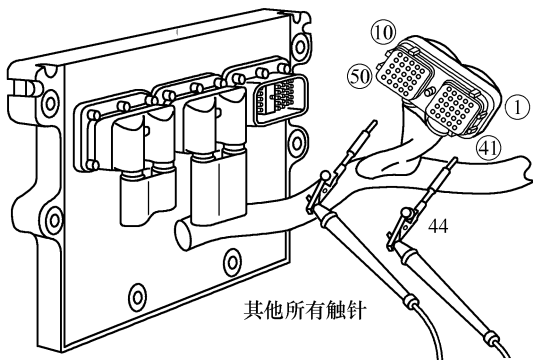
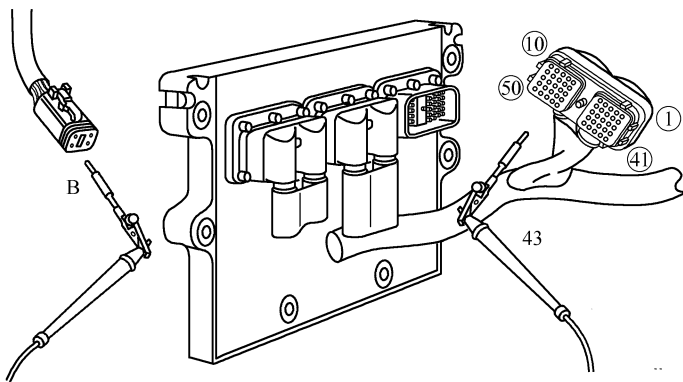

图 3-33 测量触针 44 与插头中所有其他触针之间的电阻
图 3-34 测量触针 43 与触针 B(或 2)之间的电阻
① 断开钥匙开关, 从 ECM 上断开传感器线束插头。
② 测量传感器线束插头触针 44 与插头中所有其他触针之间的电阻(图 3-33), 应大于 $100\text{k}\Omega$ 。若不合格, 维修或更换发动机线束。
① 断开钥匙开关, 从 ECM 上断开传感器线束插头, 从机油压力/温度传感器上拆下发动机线束。
② 测量传感器线束插头触针 43 与触针 B(或 2)之间的电阻(图 3-34), 应小于 10Ω 。若不合格, 维修或更换发动机线束。
① 从 ECM 上断开传感器线束插头, 用服务软件检查 ECM 的响应性是否正确。